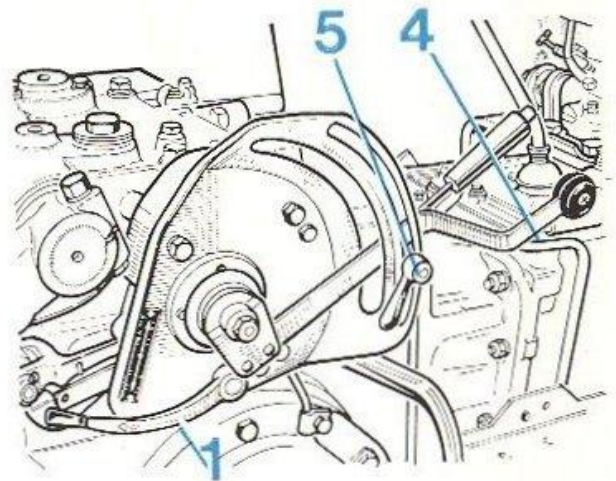

FIG. 1
A chaque position du levier (4) fig. 1 de commande du relevage sur le secteur, correspond une hauteur bien déterminée et constante des bras de relevage, donc de l'outil. Inversement le relevage total est réalisé lorsque le levier de commande est porté en butée vers l'arrière du secteur.
En travail pour des outils non équipés de roues ou de patins de limitation de terrage, mais qui doivent toujours occuper une position identique, il suffit de régler la butée (5) fig. 1 lorsque la profondeur désirée est atteinte. En portant le levier de commande au contact de cette butée, on retrouve un terrage de l'outil strictement égal.